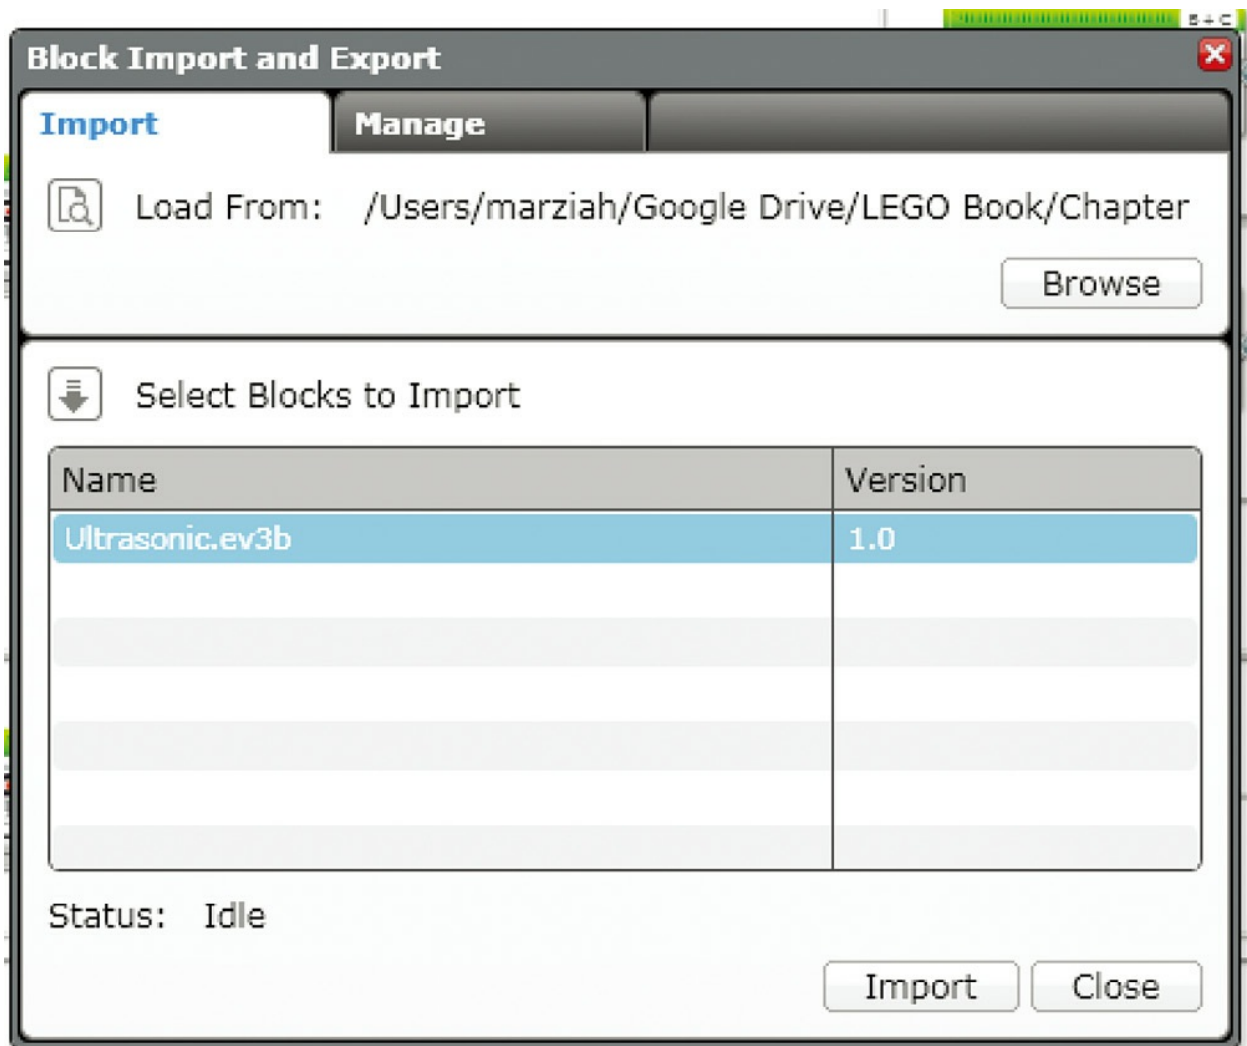

图9.15 浏览并选择你下载的模块，单击“导入”（你下载的路径可能与图中不同，请选择你实际下载的位置）
2. 如果它没有被默认选中，会出现一个窗口让你浏览（如图9.15所示）。找到Ultrasonic.ev3b模块，然后单击“导入”。